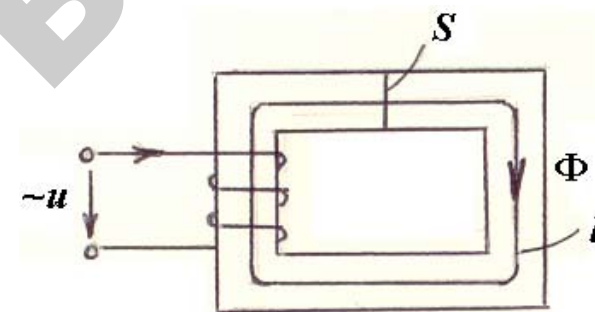

Рис. 5.1
5.3.1. Катушка с сердечником, набранным из листовой стали, подключена к синусоидальному напряжению, действующее значение которого 220 В (рис. 5.1).